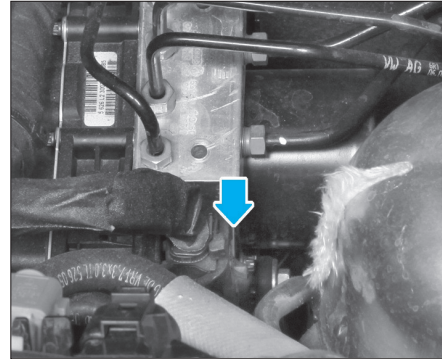

FIG. 25
- Pousser le coulisseau de sûreté rouge vers le bas (Fig.25).